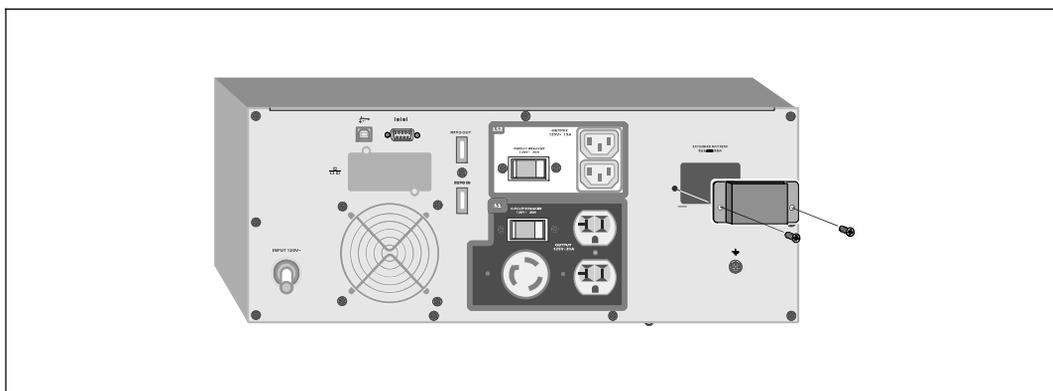

図 15. バッテリーコネクタカバーの取り外し方法
- 1 図 15に示すように、リヤパネルからバッテリーコネクタカバーを取り外します。カバーとネジを保管しておきます。